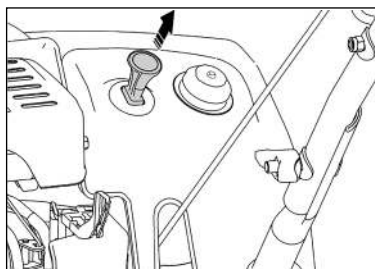

Рис. 15
2. Вытащите ключ запуска до положения «Стоп» (рис. 15).